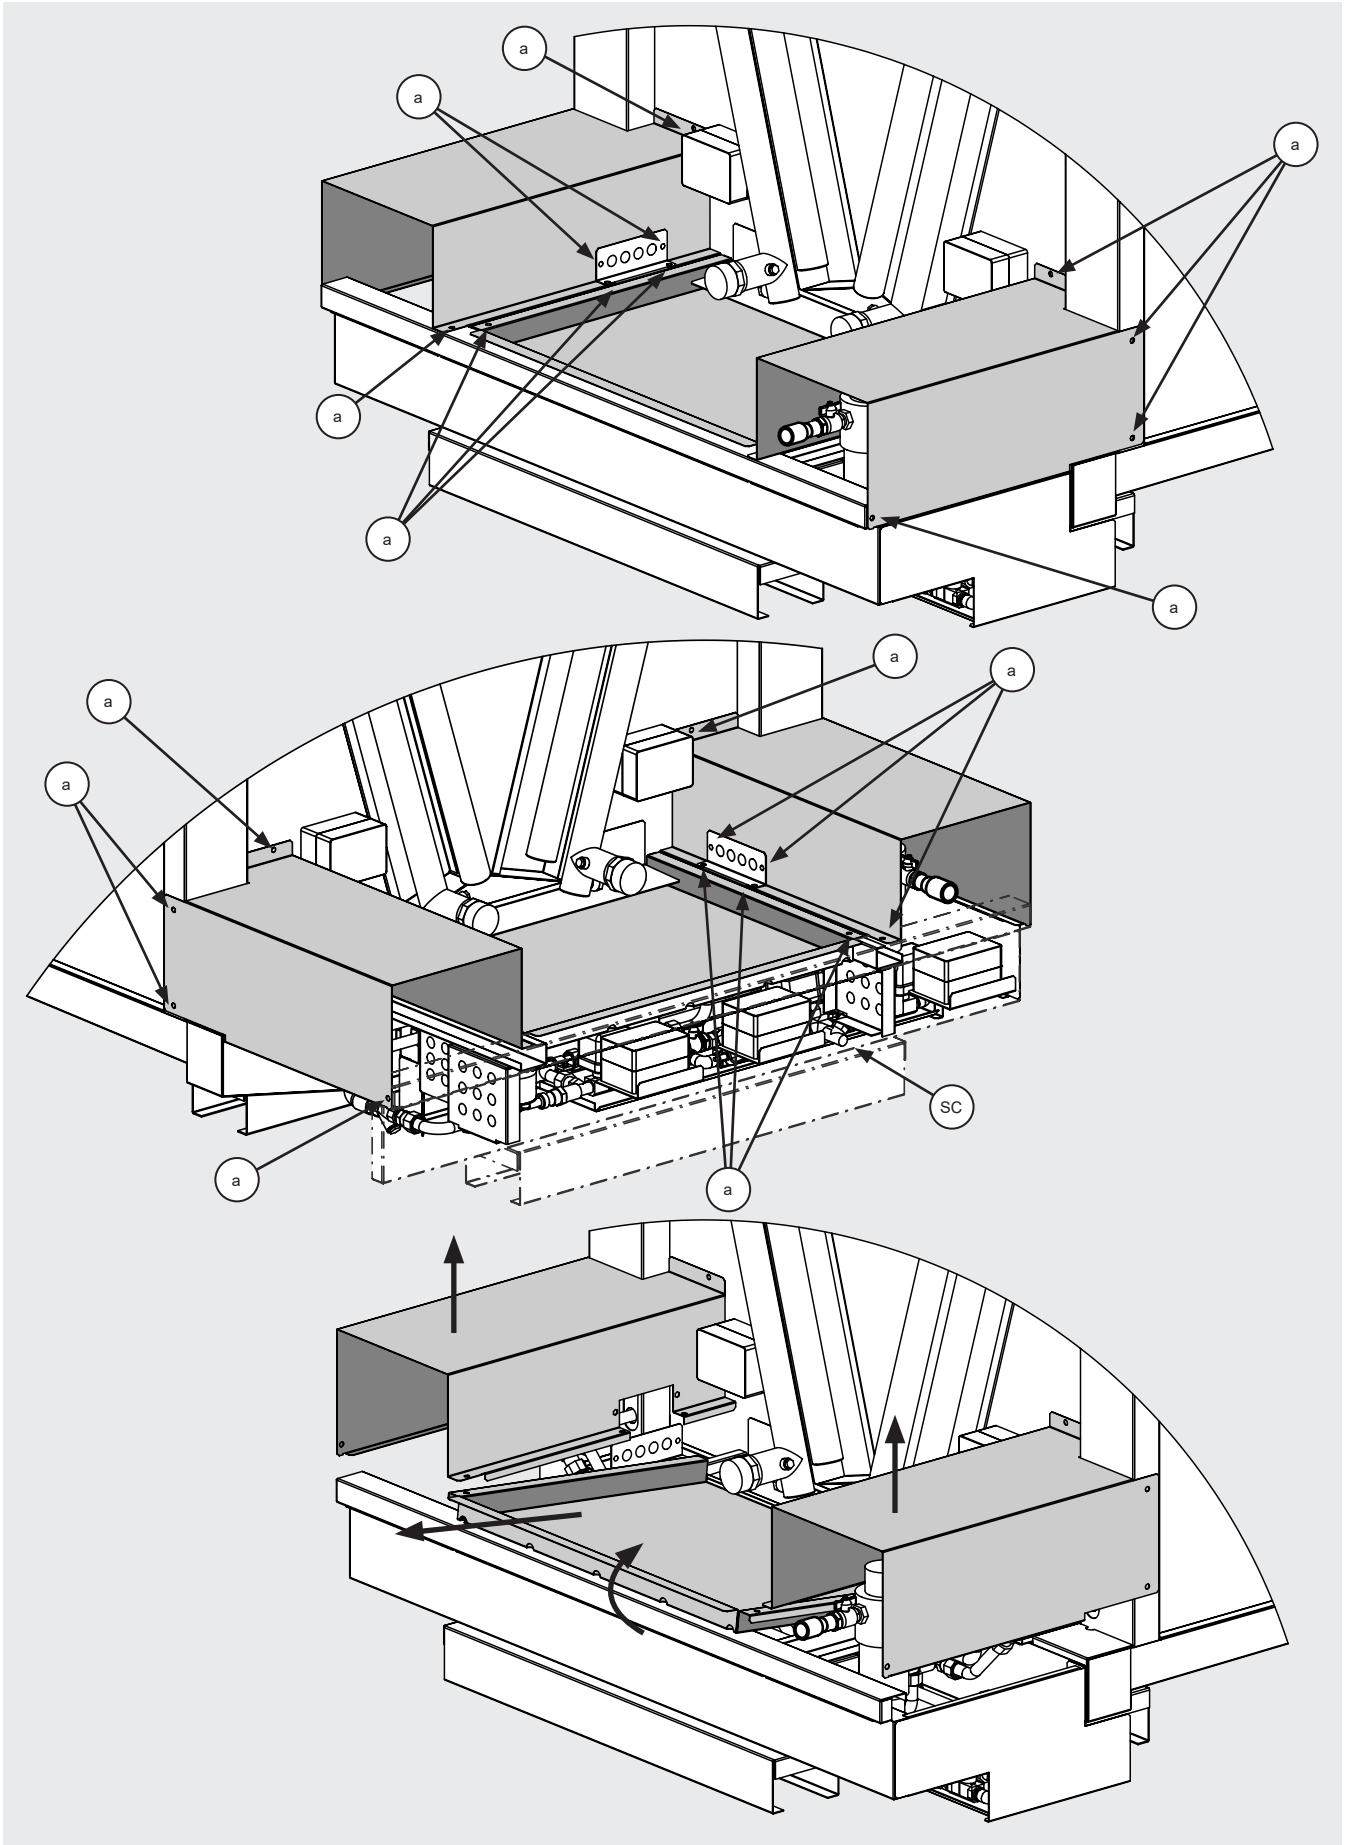

Figura 23
12.11.4 Attendere che lo svuotamento del circuito adiabatico sia giunto al termine. Non appena il modello viene spento, tutte le elettrovalvole normalmente aperte (v. punto 2.9) si aprono e il circuito si scarica attraverso la connessione (SC), v. Figura 23.
12.11.5 Posizionarsi sulla parte frontale del modello e svitare le viti (a) che fissano i 3 coperchi che proteggono il circuito adiabatico esterno, v. Figura 23.
- 12.12.7 Attendere che lo svuotamento del circuito adiabatico sia giunto al termine. Non appena il modello viene spento, tutte le elettrovalvole normalmente aperte (v. punto 2.9) si aprono e il circuito si scarica attraverso la connessione (SC), v. Figura 23.
- 12.13.5 Attendere che lo svuotamento del circuito adiabatico sia giunto al termine. Non appena il modello viene spento, tutte le elettrovalvole normalmente aperte (v. punto 2.9) si aprono e il circuito si scarica attraverso la connessione (SC), v. Figura 23.
- 12.18.5 Non appena il modello viene spento, tutte le elettrovalvole normalmente aperte (v. punto 2.9) si aprono e il circuito si scarica parzialmente attraverso la connessione (SC), v. Figura 23.